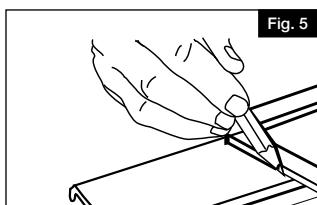
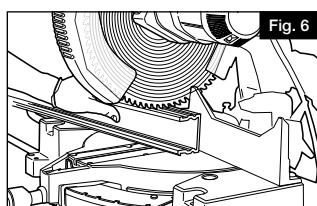

Fig. 5
Fig. 6
Veillez à ce que toutes les surfaces de montage soient d'aplomb. Transférer vos mesures et plans de balustre du longeron inférieur pré perforé (B) sur le longeron supérieur pré perforé (D) (Figure 5) en vous assurant que les fentes de balustres soient alignées. Coupez le longeron supérieur pré perforé, la lisse basse supérieure et le longeron inférieur pré perforé selon les marques (Figure 6).